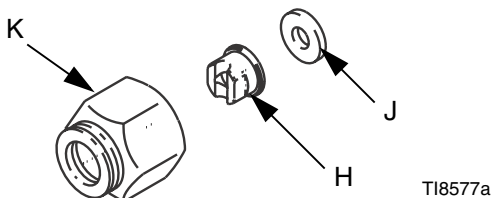

FIG. 7: De spuittip installeren
2. Installeer de spuittip (H) en de pakking (J) in de klemmoer van de tip (K). Schroef het geheel stevig op het pistool. Draai alles met een steeksleutel vast. Zie FIG. 7.
1. Om de richting van het spuitpatroon bij te stellen bij ventilatortips moet u de gleuf in de tip horizontaal richten voor een horizontaal patroon en verticaal voor een verticaal patroon. Zie FIG. 7.